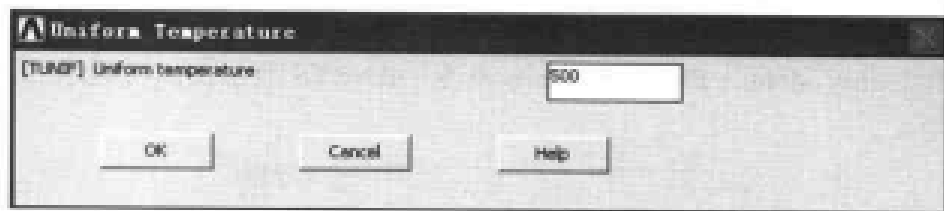

图 10-34 设置初始温度对话框
(3) 选择 Main Menu | Solution | Define Loads | Apply | Thermal | Temperature | Uniform Temp 命令, 出现 Uniform Temperature 对话框, 在文本框中输入 500, 如图 10-34 所示, 单击 OK 按钮关闭该对话框。